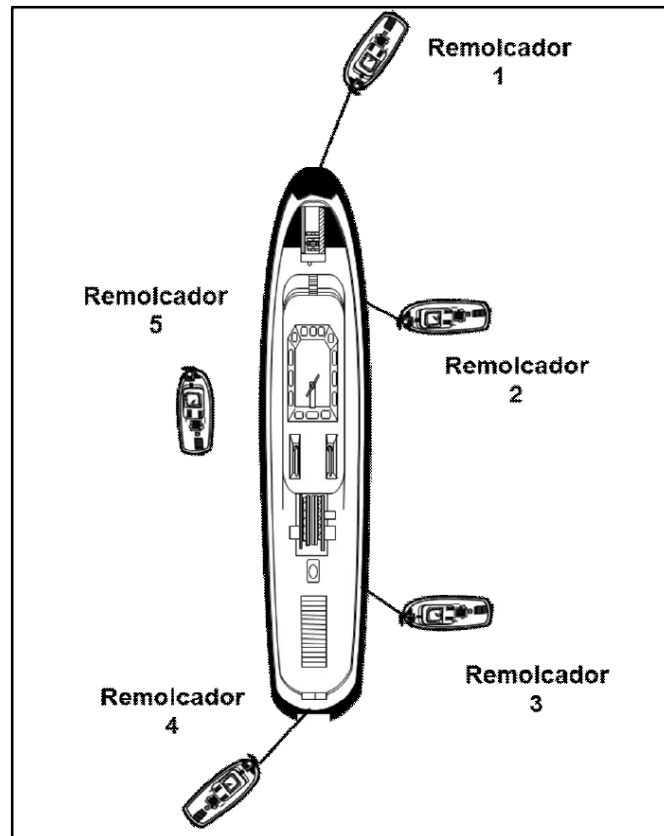

Figura 3: Identificación de los remolcadores.
1. Durante una maniobra, los remolcadores deben ser nombrados utilizando números que van desde el de más a proa hasta el de más a popa, comenzando por el uno, dos, tres, cuatro y cinco (ver figura 3.).